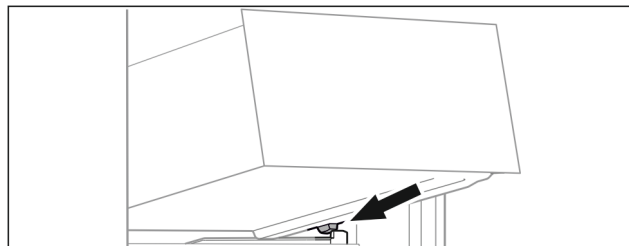

Fig. 55
- ▶ Nasadte zásuvku šikmo za zarážkami na rebro nádoby. (pozri Fig. 55)